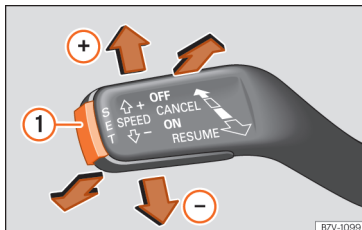

Abb. 251 Links an der Lenksäule: dritter Hebel für die Bedienung der GRA.
- Drücken Sie die Taste **SET** » Abb. 251 ①.
- Drücken Sie die Taste **SET** » Abb. 251 ①, um die Geschwindigkeit in kleinen Schritten von 1 km/h (1 mph) zu reduzieren.